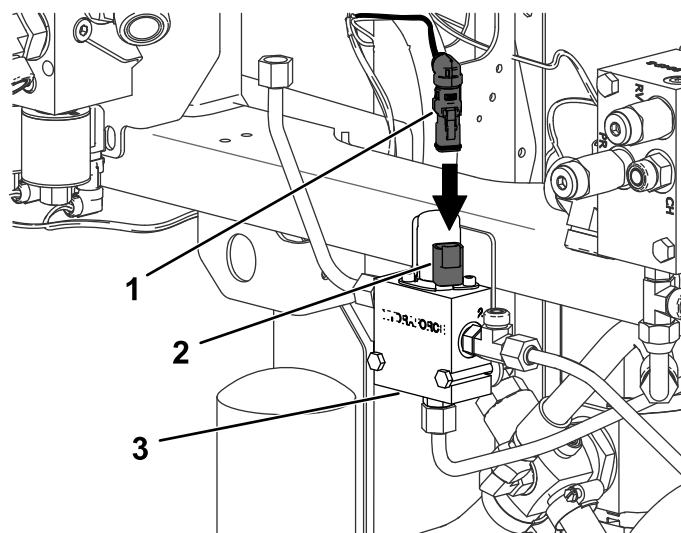

Figure 31
12. Branchez le connecteur coudé du nouveau faisceau à la bobine du collecteur 3 voies (Figure 31).